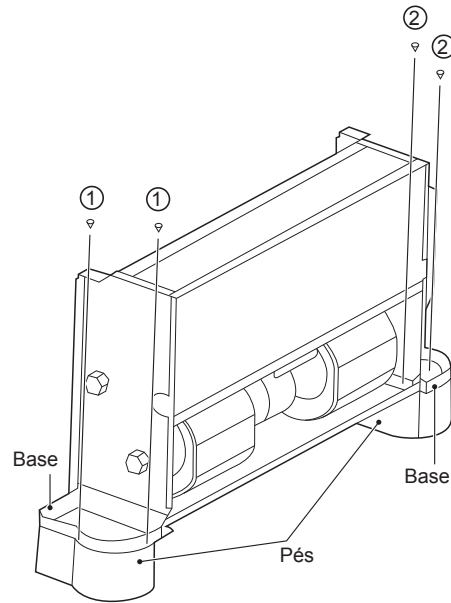

Figura 5-3
As bases mostradas na Figura 5-3 são opcionais. Pode adquiri-las separadamente e instalá-las da seguinte forma:
2. Coloque os orifícios de instalação na base da unidade no pino da base correspondente e coloque os parafusos. 1\*2 e 2\*2 para fixar a base de acordo com a Figura 5-3.